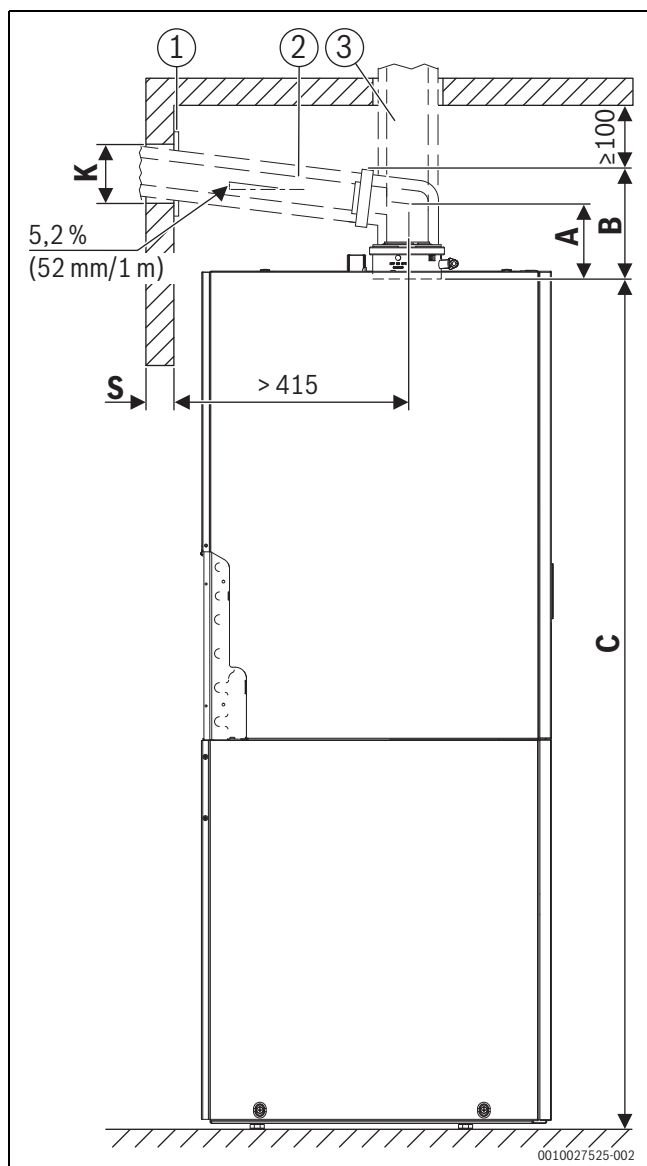

Fig. 18 Vedere de pe partea stângă (dimensiune în mm)
- Dacă este necesar, adăugați dimensiunea capacului (→ Fig. 18, [1]).